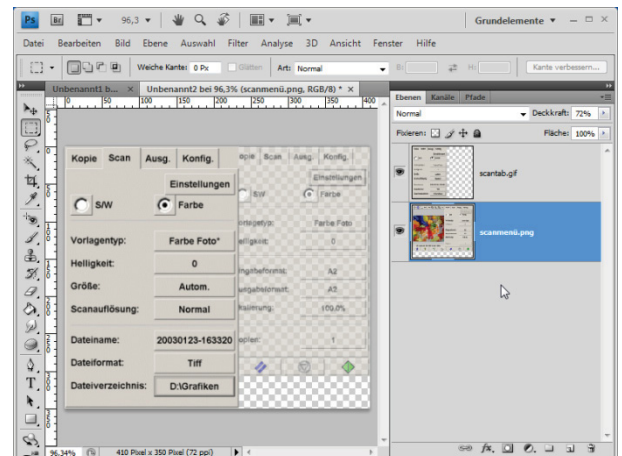

Abb. 11-25: Dateien in Ebenen geladen
- Die Bilder werden auf verschiedene Ebenen übereinandergelegt und entsprechend ihrer Pixelgröße auf der Basis einer einheitlichen Auflösung von 72ppi skaliert. (In Abbildung 11-25 wurde zur besseren Verdeutlichung die untere Ebene halbtransparent gemacht.) Die Dateinamen werden als Ebenenbezeichnung verwendet.